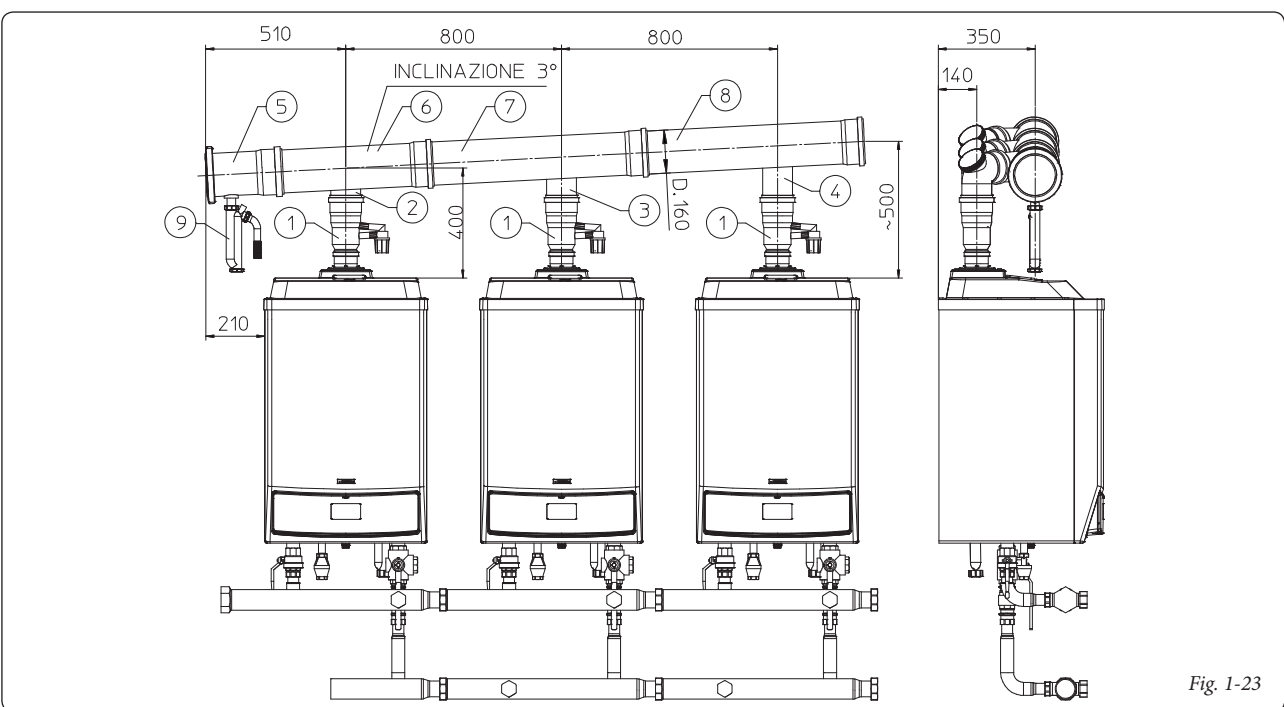

Fig. 1-23
- la distanza tra i generatori (2 o 3 che siano) deve essere di 800 mm (Fig. 1-23);
Montaggio collettore scarico fumi (Fig. 1-23): per il corretto montaggio vedere i relativi fogli istruzioni.